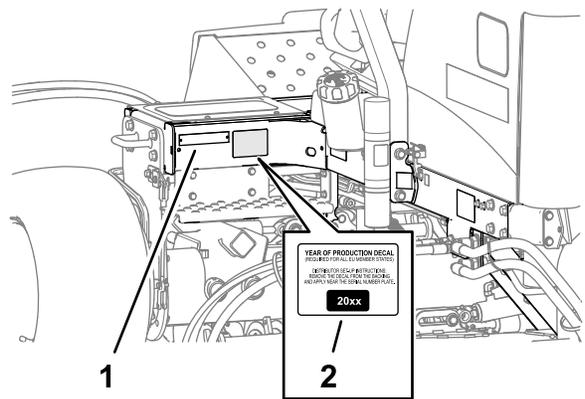

图 37
1. 用酒精擦拭靠近型号/序列号牌的左机架并让机架干燥 图 37。
2. 撕去生产年份标贴的背衬并将其贴到靠近序列号牌的机架上如 图 37 所示。